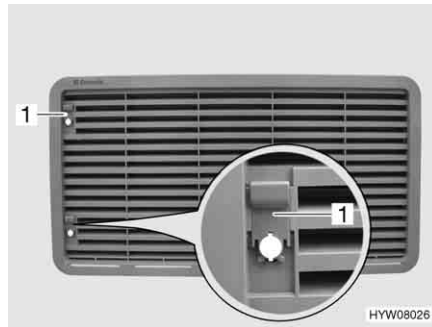

Fig. 224 Griglia di aerazione del frigorifero (con cursore)
- Spingere il cursore (Fig. 224,1) verso l'alto.